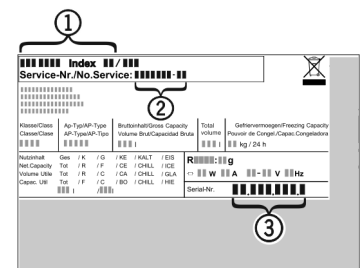

Fig. 15
- ▶ A készülék megnevezését *Fig. 15 (1)*, a szerviz- *Fig. 15 (2)* és sorozatszámot *Fig. 15 (3)* a típus tábláról olvassa le. A típus tábla a készülék belsejében baloldalon található.
- ▶ Értse a vevőszolgálatot a hibáról, és adja meg nekik a készülék megnevezését *Fig. 15 (1)*, a szerviz- *Fig. 15 (2)* és a sorozatszámot *Fig. 15 (3)*.